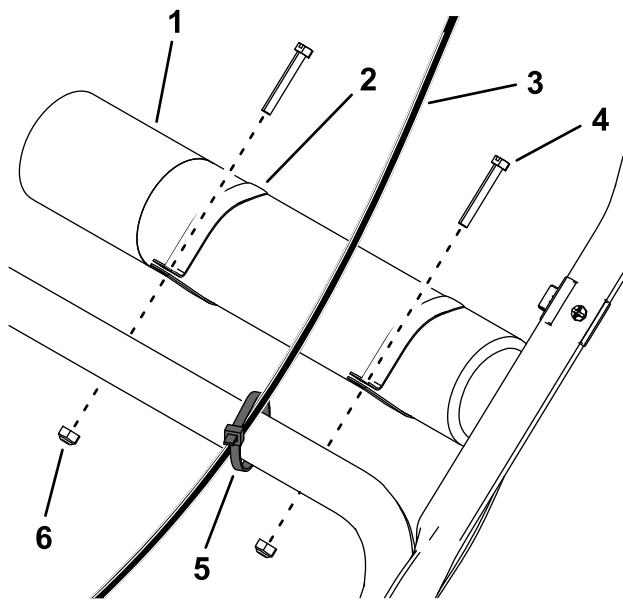

Рисунок 5
2. Прикрепите трос дроссельной заслонки поверх нижней рукоятки при помощи кабельной стяжки (Рисунок 5).
- Наденьте хомуты на тубус для хранения *Руководства оператора* и установите его на верхнюю часть нижней рукоятки, используя 2 болта со шлицевыми головками и 2 контргайки (Рисунок 5).